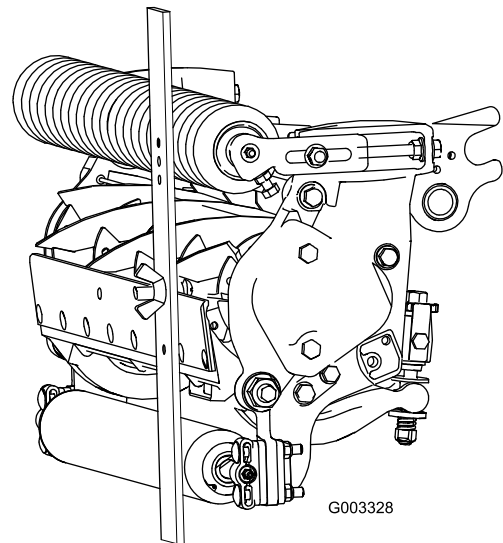

Figura 24
3. Agganciate la testa della vite sul tagliente della controlama e poggiate l'estremità posteriore della barra sul rullo posteriore (Figura 24).
4. Ruotate la vite di regolazione finché il rullo anteriore non toccherà la barra di riferimento (Figura 24).